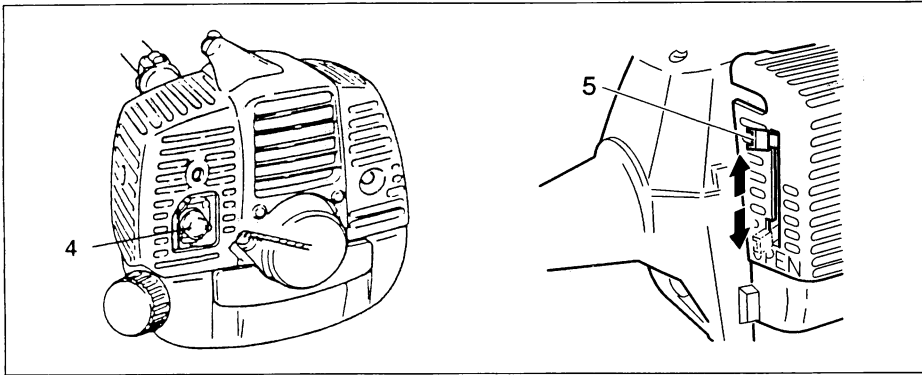

Fig. 2-2C
1. Set ignition switch (1) to ON position.
- * Push priming bulb (4) several times so that fuel flows through the bulb or return pipe. (If so equipped) (Fig. 2-2C, 3)
2. With the safety trigger (2) pressed (if so equipped), pull throttle trigger and push throttle lock (3), then slowly release the throttle trigger first, then the safety trigger. This will lock the throttle in starting position.
3. Set choke lever to CLOSED position (5). (Fig. 2-2C, 3)
1. Placer l'interrupteur marche-arrêt (1) en position marche (ON).
- * Presser la poire d'amorçage (4) à plusieurs reprises pour que le carburant puisse s'écouler de la poire ou le tuyau de retour. (Si la machine en est munie.) (Fig. 2-2C, 3)
2. Tout en appuyant sur le blocage de gâchette d'accélérateur (2) (s'il en est muni), tirer sur la commande d'accélérateur et pousser le blocage d'accélérateur (3). Relâcher ensuite lentement la commande d'accélérateur en premier, puis le blocage de gâchette d'accélérateur. Ceci verrouillera le papillon de commande des gaz sur la position de démarrage.
3. Régler la manette d'étranglement sur la position CLOSED (5). (Fig. 2-2C, 3)
1. Spostare l'interruttore di accensione (1) su ON.
- * Premere ripetutamente il bulbo (4) della pompa di adescamento per far affluire la miscela al carburatore attraverso il bulbo o il tubo di ritorno (se la macchina ne è fornita). (Fig. 2-2C, 3)
2. Premendo sul salvavita (2) (se la macchina ne è fornita), tirare la leva dell'acceleratore e premere il pulsante di bloccaggio acceleratore (3), quindi rilasciare lentamente prima la leva dell'acceleratore e poi il salvavita. La leva dell'acceleratore rimane così bloccata in posizione di avviamento.
3. Chiudere l'aria portando la leva nella posizione CLOSED (5). (Fig. 2-2C, 3)
1. Den Zündschalter (1) auf ON stellen.
- * Die Ansaugpumpe (4) mehrmals betätigen, damit Kraftstoff durch die Pumpe oder das Rücklaufrohr fließt. (falls vorhanden) (Fig. 2-2C, 3)
2. Bei gedrücktem Sicherheitshebel (2) (falls vorhanden) den Gashebel anziehen und dann die Drosselklappensperre (3) drücken. Danach langsam zuerst den Gashebel, dann den Sicherheitshebel loslassen. Dadurch wird die Drosselklappe in Startposition arretiert.
3. Den Choke in Schließstellung CLOSED schieben (5). (Fig. 2-2C, 3)
1. Fijar la llave de ignición (1) en la posición ON (encendida).
- * Presione varias veces el bulbo de cebador (4), de manera que el combustible fluya a través del bulbo o de la tubería de retorno (Si lo tiene equipado). (Fig. 2-2C, 3)
2. Con la traba de seguridad (2) presionada (si esta provista), tirar de la palanca del acelerador y empujar el bloqueo del acelerador (3), luego liberar rápidamente el acelerador y la traba de seguridad. Así quedará bloqueado el acelerador en la posición de arranque.
3. Poner la palanca del estrangulador en la posición cerrada CLOSED (5). (Fig. 2-2C, 3)
1. Skjut tändomkopplaren (1) i ON-läge.
- * Pumpa på handpumpens blåsa (4) tills bränslet strömmar in i blåsan eller returledningen (om sådana finns). (Fig. 2-2C, 3)
2. Med avtryckaren (2) nedtryckt (om sådan finns) skall du dra gasreglaget och trycka på gasregeringslåset (1). Släpp därefter först gasreglaget sakta och sedan avtryckaren (2). Detta gör att gasreglaget blir låst i startläget.
3. Skjut chokereglaget till stängt läge CLOSED (5). (Fig. 2-2C, 3)